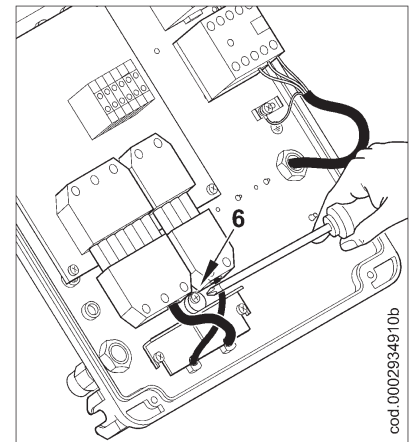

Fig.3
- 3) Repositionner la plaquette de serrage des câbles comme indiqué sur la figure 3. Tourner l'excentrique (6) de façon que la plaquette exerce une pression adéquate sur les deux câbles puis serrer les vis qui fixent la plaquette. Enfin, relier les deux fiches à 7 et à 4 pôles.